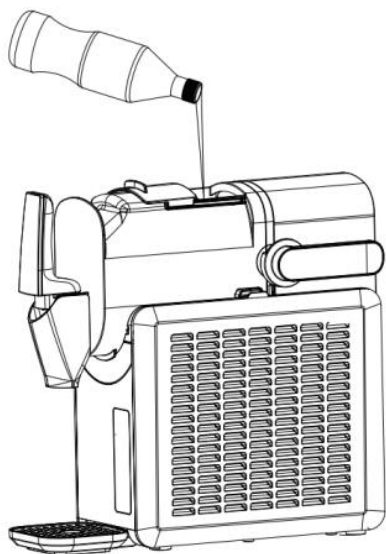
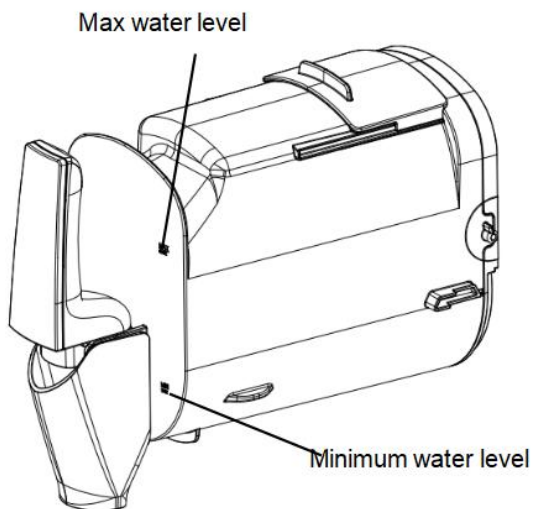

Figure 1
Figure 2
1. Vérifiez le barillet de chargement avant de verser le matériau dans le barillet de chargement pour vous assurer que le barillet de chargement est installé en place (voir la partie « nettoyage » pour les étapes de démontage et de montage, veuillez installer le bac d'égouttage avant de l'utiliser pour la première fois), ouvrez le couvercle supérieur du barillet de chargement, puis versez lentement le matériau dans le barillet de chargement (comme indiqué sur la figure 1), et la capacité du liquide doit être comprise entre les niveaux d'eau minimum et maximum (comme indiqué sur la figure 2).
1. Afin d'éviter une charge de mélange excessive et un débordement après l'expansion des ingrédients, ceux-ci ne doivent pas dépasser le niveau d'eau maximal. Pour un contrôle précis de la température et un fonctionnement normal, les ingrédients doivent être ajoutés jusqu'au niveau minimal d'eau (voir figure 2). La machine produit de meilleurs smoothies lorsqu'elle est chargée à sa capacité maximale ; veuillez donc à préparer des smoothies en fonction de cette capacité.